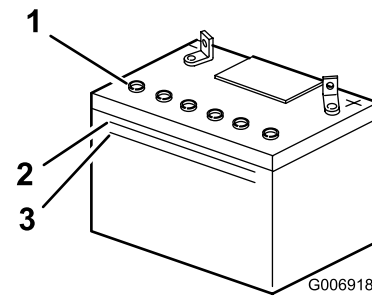

Figure 36
2. Observez le côté de la batterie. Le niveau de l'électrolyte doit atteindre le trait supérieur (Figure 36).
**Remarque:** Le niveau d'électrolyte ne doit pas descendre au-dessous du trait inférieur (Figure 36).
2. Enlevez les bouchons de remplissage (Figure 36).
3. Versez de l'eau distillée avec précaution dans chaque élément jusqu'à la partie inférieure du tube (Figure 36).